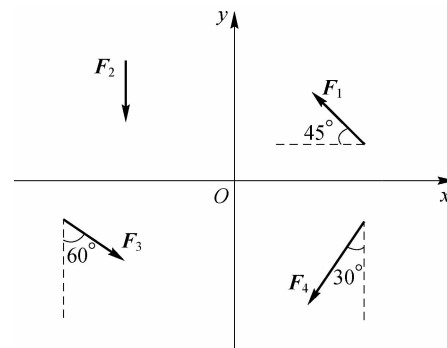

图 1-7
6. 求图 1-7 中各力在 x 、 y 轴上的投影。已知 $F_1 = 100\text{ N}$, $F_2 = F_3 = 150\text{ N}$, $F_4 = 200\text{ N}$ 。